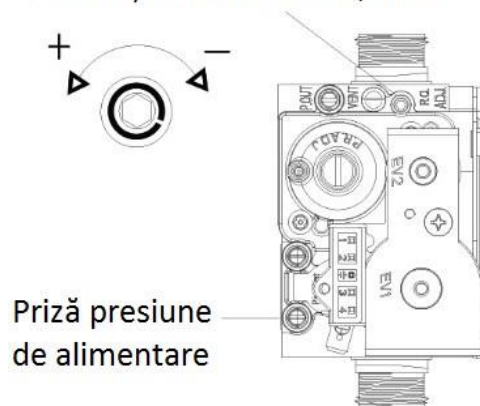

Fig. 26
- 3 - Măsurăți nivelul de CO₂ (vezi tabelul cu valorile CO₂) și reglați, dacă este necesar, cu ajutorul regulatorului de pe vana de gaz (fig.26).